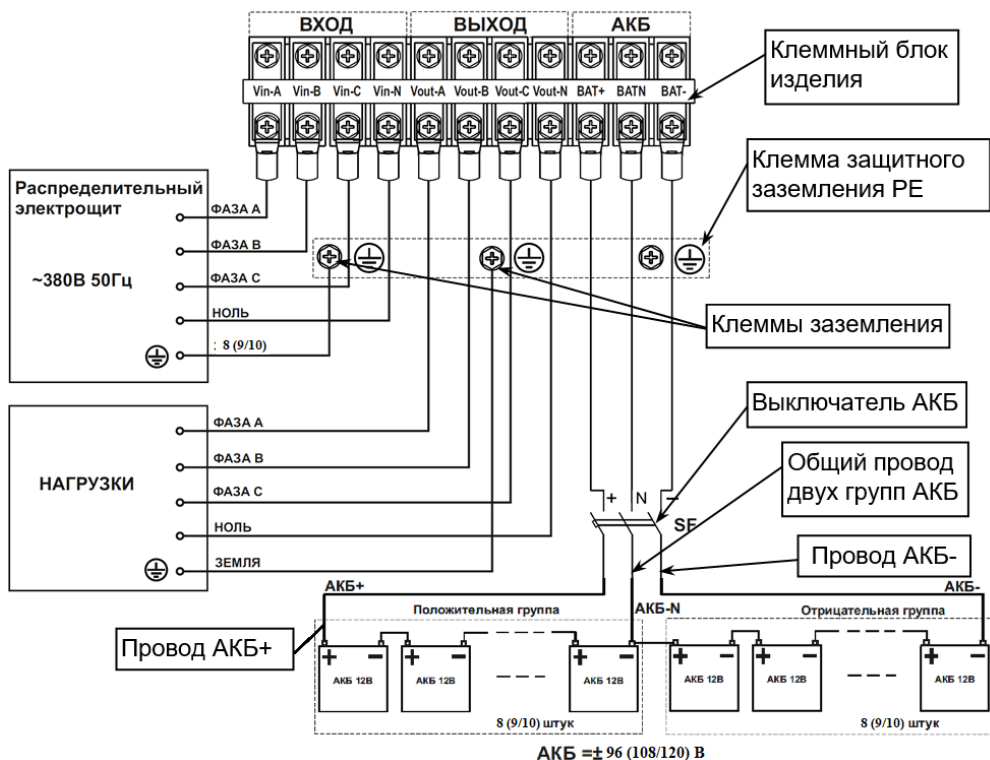

Рисунок 23 — Схема подключения изделия и монтажа аккумуляторной батареи.
- 5) Включите защитный автоматический выключатель АКБ (SF) или выключатель группы предохранителей (при их использовании), (см. рисунок 23).
Между АКБ и изделием должен быть подключен автоматический выключатель постоянного тока (SF, на номинальный ток 250 А, см. рисунок 23).
Между АКБ и изделием должен быть подключен DC — совместимый термоманитный трехполюсный защитный автоматический выключатель SF, (или другое устройство защиты, например, группа предохранителей с трехполюсным выключателем), расположенный как можно ближе к АКБ, см. рисунок 23.
- номинальное напряжение выключателя должно быть не менее рабочего напряжения положительной/отрицательной группы АКБ (см. рисунок 23);
Затем выполнить, **с соблюдением полярности**, последовательное соединение аккумуляторных батарей 12 В, в соответствии с двуполярной схемой (см. рисунок 23) при помощи перемычек АКБ (**перемычки АКБ в комплект поставки НЕ входят**).
- проводники фаз А, В, С и провод N питающей линии от распределительного щита, предназначенные для подключения на входы изделия, должны быть обесточены (см. рисунок 23);
- подключение кабелей к клеммному блоку выполняйте в соответствии со схемой (см. рисунок 23) и маркировкой, нанесенной на клеммном блоке изделия;
- подключите провода заземления кабелей подключения питающей сети и нагрузки к соответствующим клеммам заземления изделия (см. рисунок 23);
- к клеммам заземления каждого изделия подключите провода заземления кабелей подключения питающей сети и нагрузки (см. рисунок 23);